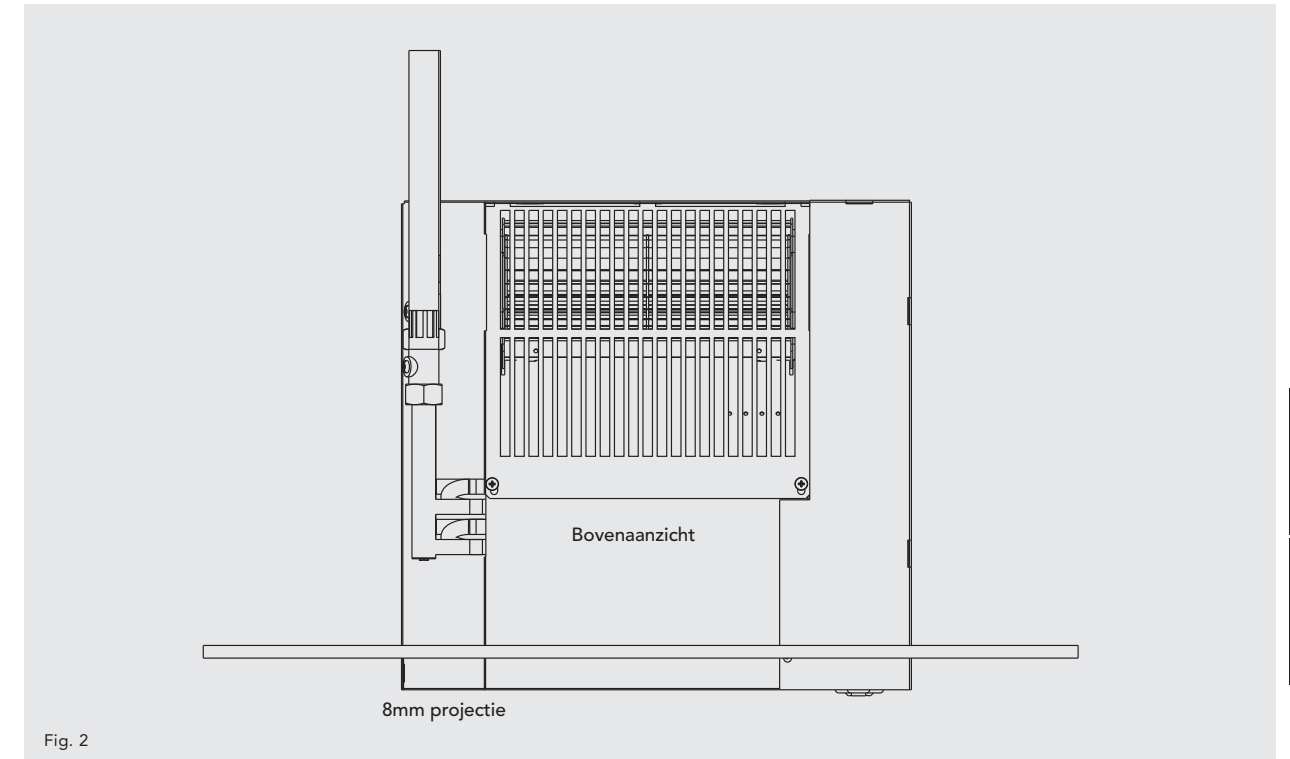

Fig. 2
- Controleer of de flexibele slangen niet zijn geknikt en of het aansluitsnoer geen hete oppervlakten raakt (zie fig 2).